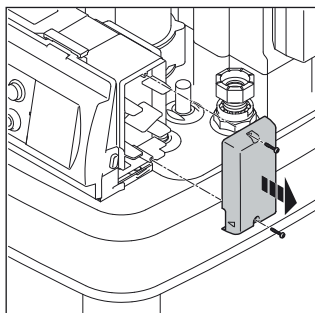

Figura 4-20 Desmontar la tapa derecha de la carcasa.
- Retirar la tapa de carcasa lateral derecha o izquierda (figura 4-20).